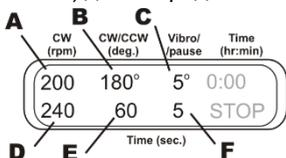

Рисунок 5.
- 6.9.2. **Вращение + Возвратно-поступательное + Вибродвижение.** Установите скорость (40-1000 об/мин, рис. 5/A) и время (1-250 с, рис. 5/D) вращательного движения. Установите угол поворота (30-360°, рис. 5/B) и время (1-250 с, рис. 5/E) возвратно-поступательного движения. Вращение и возвратно-поступательное движение идут на одной скорости. Установите угол поворота (1-5°, рис. 5/C) и время (1-5 с, рис. 5/F) для вибродвижения. График на рисунке 6 отображает данную программу.